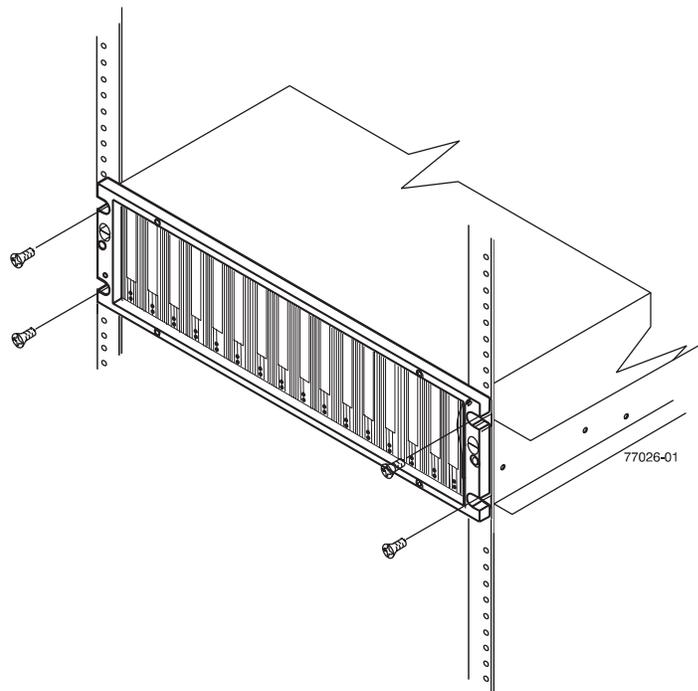

Figura 13. Prendendo o Gabinete de Expansão de Armazenamento no Rack
4. Prenda o gabinete de expansão de armazenamento. A Figura 13 mostra como prender o gabinete de expansão de armazenamento no rack.
- c. Prenda a parte frontal do gabinete de expansão de armazenamento utilizando os quatro parafusos M5 conforme mostrado na Figura 13.